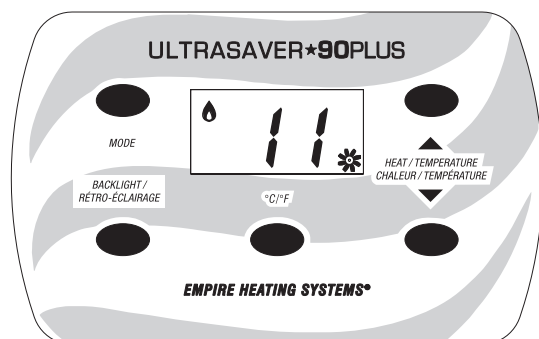

Figure 62
7. Au bout de 45 à 70 secondes, la soufflante s'activera. La vitesse de la soufflante est réglée selon le niveau de chaleur et s'affiche sur le panneau de commande. **Voir Figure 62.**